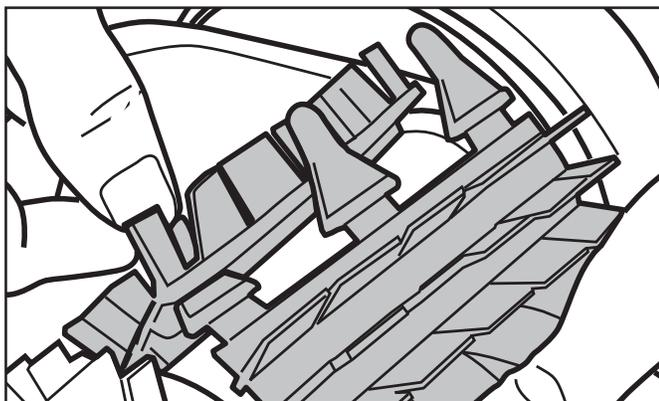

Figure 19. Tirer les onglets à travers chaque fente
4. Enfoncez chaque languette dans la fente fournie et introduisez-la délicatement jusqu'à ce que le talon sorte de l'autre côté de la fente (Figure 19).